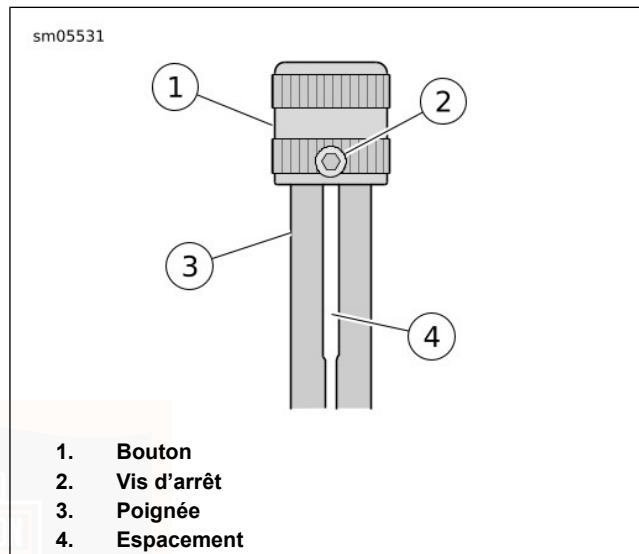

Figure 56. Frein de stationnement
2. Voir Figure 56. Desserrer la vis d'arrêt et tourner le bouton plusieurs fois dans la direction appropriée.